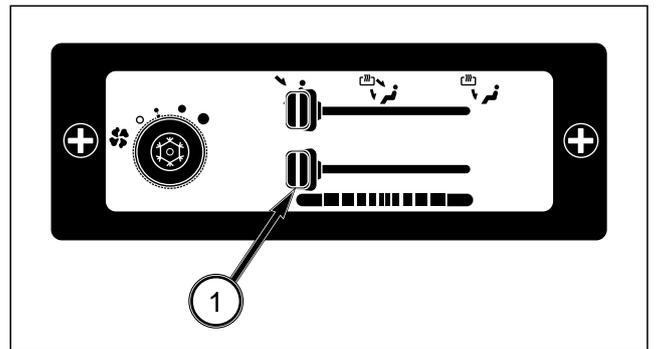

FIG. 6-37
FIG. 6-37 : Réglez la température de l'air en déplaçant le curseur de réglage de température (1) de FRAIS (à gauche) à CHAUD (à droite) ou entre ces deux positions.